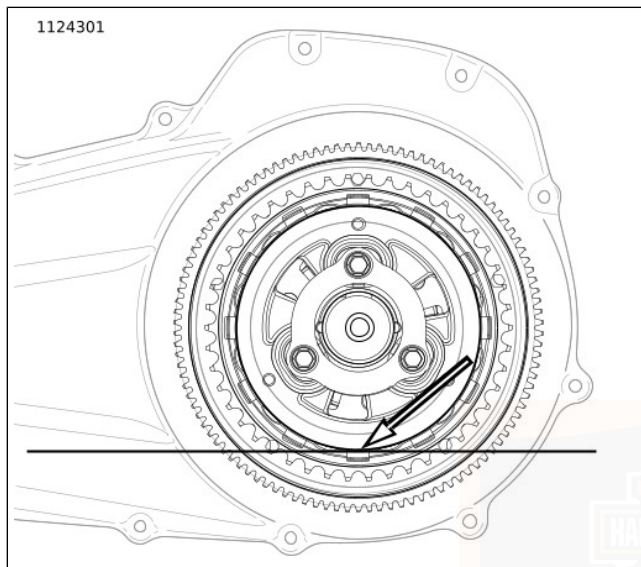

Abbildung 45. Primärer Schmiermittelstand
- b. Siehe Abbildung 45. Der korrekte Füllstand liegt ca. an der Unterseite des Außendurchmessers der Druckplatte.